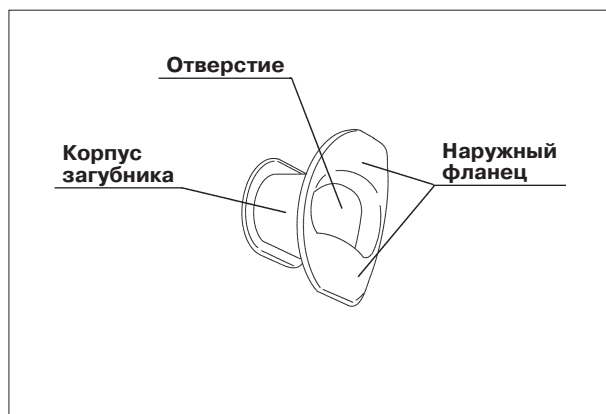

Рис. 3.9
1. Убедитесь в отсутствии трещин, деформаций и дисколораций на загубнике (см. рис. 3.9).
- Используя кончики пальцев, проверьте все поверхности загубника на предмет наличия царапин или других дефектов (см. рис. 3.9).